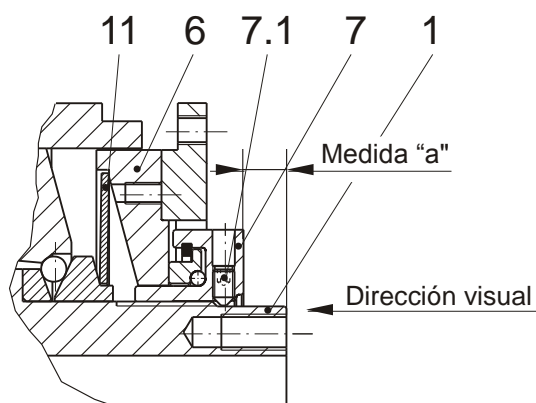
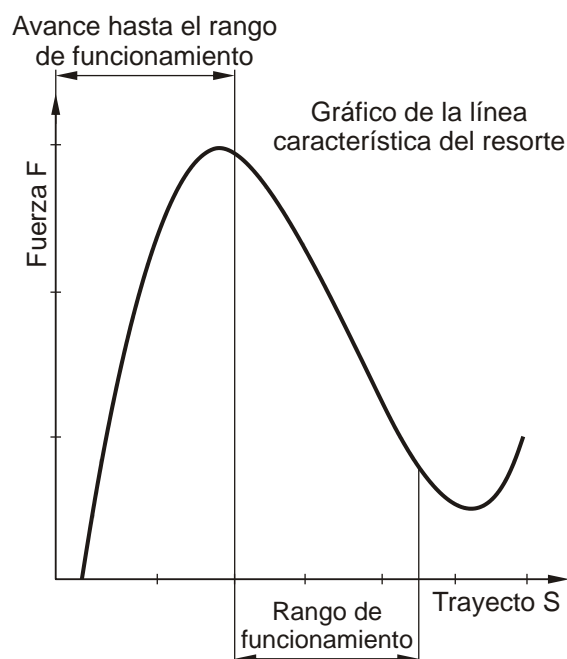

Figura 8
Figura 10
El ajuste se realiza girando la tuerca de ajuste (7). Los muelles belleville montados (11) se utilizan en el rango negativo de la línea característica (ver Figura 10), es decir, si se aprieta la tuerca de ajuste (7), se reduce la tensión del muelle o si se suelta la tuerca de ajuste (7) aumenta la tensión del muelle. Si el cliente no se desea otro ajuste del par, el limitador de par se **preajusta y marca** (calibra) por regla general de fábrica a aprox. al 70 % del par máximo.
Se puede realizar un control del "Inserto de resorte en el área de funcionamiento" (Figura 10) a través de la medida "a" (distancia de lado frontal de la tuerca de ajuste (7) hasta el borde del cubo (1) (Figura 8)).
Alternativamente también se puede ajustar el par de giro a través de la medida "a" (Figura 8) según el diagrama de ajuste (solicítelo en caso necesario a la fábrica).
Un ajuste de la tuerca de ajuste (7) o el tensionado de los muelles belleville (11) fuera del rango de funcionamiento de la línea característica del muelle belleville (ver Figura 10) anulará la función del limitador. La medida de control "a" puede presentar desviaciones debido a las tolerancias de construcción o al desgaste del limitador de par.